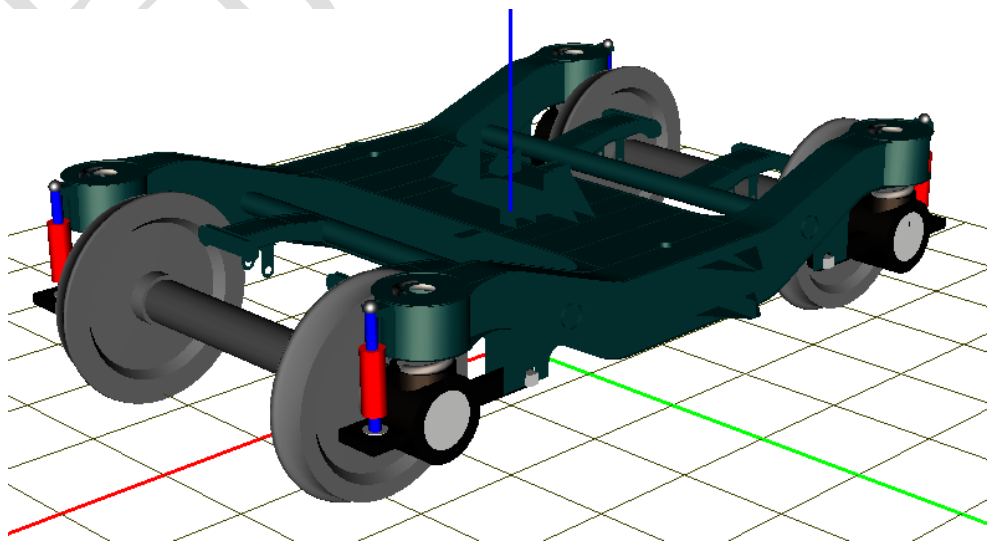

图 3-16
- 11) 复制生成第四个一系减振器力元，更改 **Body1** 为轴箱 **RL**，修改减振器上点坐标为 **(-1.76, 1.025, 0.215)**。切换到整体视图，如图 3-16。